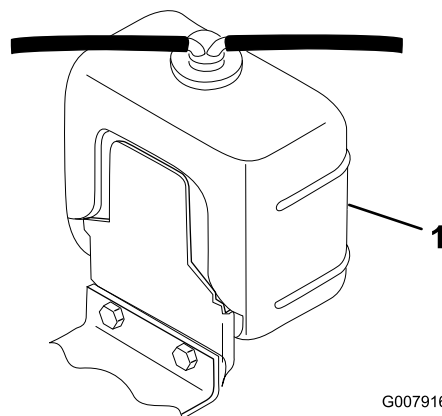

Figura 32
1. Retire cuidadosamente as tampas do radiador e do depósito de expansão (Figura 32).
2. Verifique o nível de líquido de arrefecimento no radiador e no depósito de expansão (Figura 32).